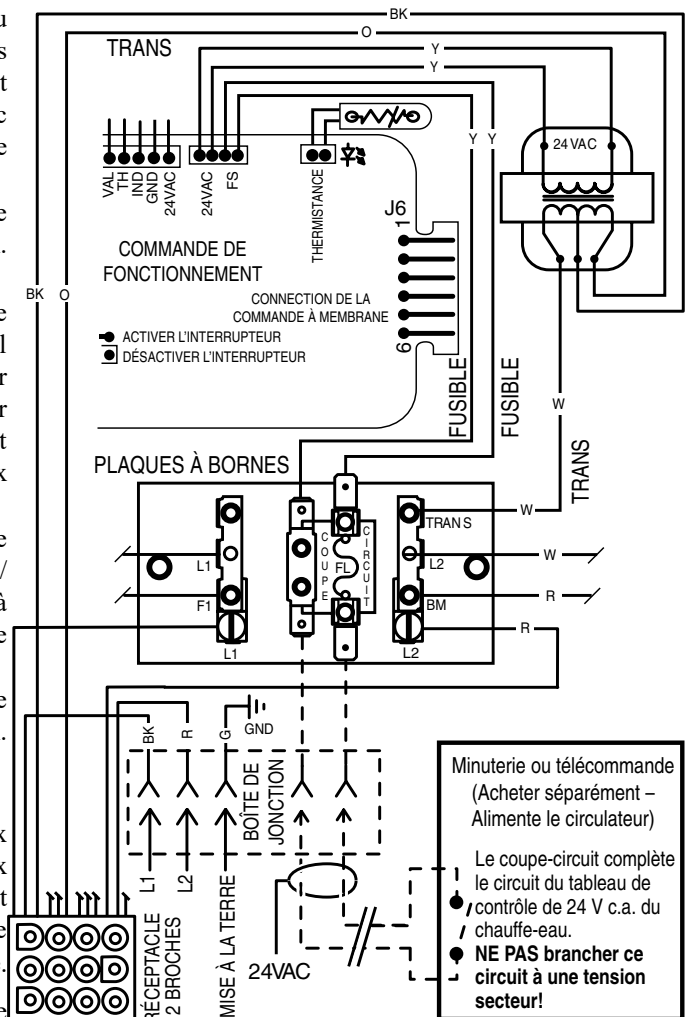

Figure 30.
- Brancher les fils entre les terminaux du tableau de commande sur le chauffe-eau et les relais électriques externes, tel qu'indiqué dans la Figure 30. Utiliser au moins 2 relais par chauffe-eau, afin de permettre un réglage hors tension sur chaque mode de chauffage. Sélectionner les relais qui peuvent utiliser un interrupteur à niveau. NE PAS câbler les terminaux du coupe-circuit avec une tension secteur.